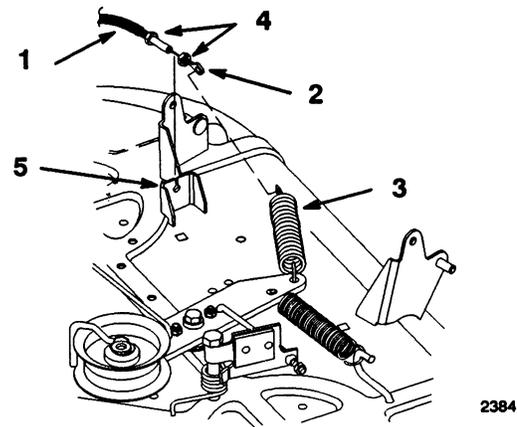

Figure 39
6. Décrocher l'extrémité à anneau du câble de commande des lames (PDF) du ressort de la poulie de renvoi (Fig. 39).
7. Enlever l'écrou de blocage du câble du support de montage. Sortir le câble du support (Fig. 39).